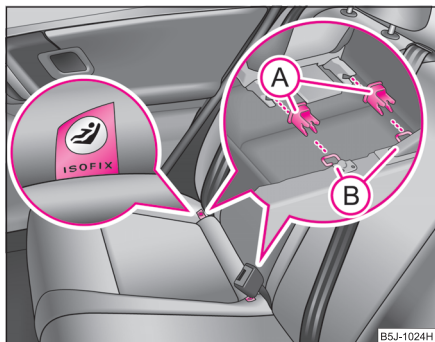

Abb. 130 Halteösen (ISOFIX-System)
- Stecken Sie die Aufnahmebühnen (A) auf die Halteösen (B) zwischen Rückenlehne und Sitzfläche ⇒ Abb. 130.